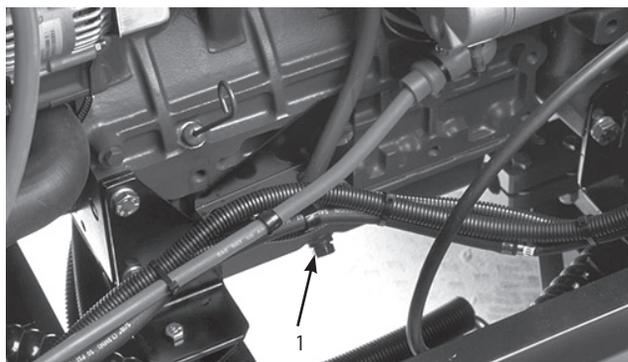

図30
1. ドレン・プラグを取って(図30)廃油を受ける。完全に抜けたらプラグを元通りに取り付ける。